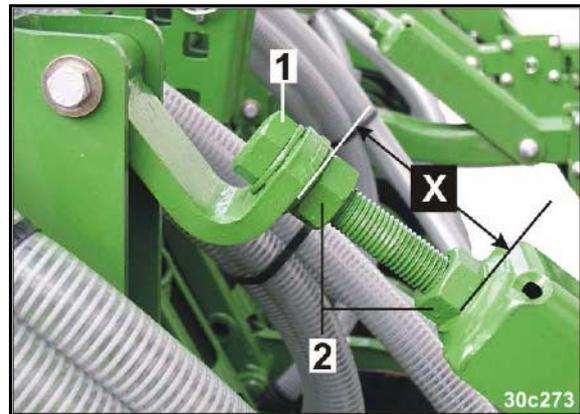

Fig. 91
Pour régler la pression des rouleaux, modifier la distance „X“ (Fig. 91) sur tous les segments à l'aide d'une vis (Fig. 91/1).
3. Desserrer deux contre-écrous (Fig. 91/2).
5. Serrer les contre-écrous (Fig. 91/2).